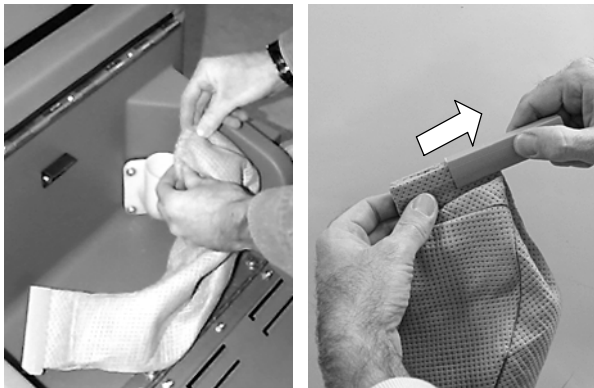

FIG. 26
2. Videz ou remplacez le sac à poussière. Retirez l'attache du sac pour vider le sac (Figure 26). Ne laissez pas le sac se remplir au-delà de la moitié de la capacité.